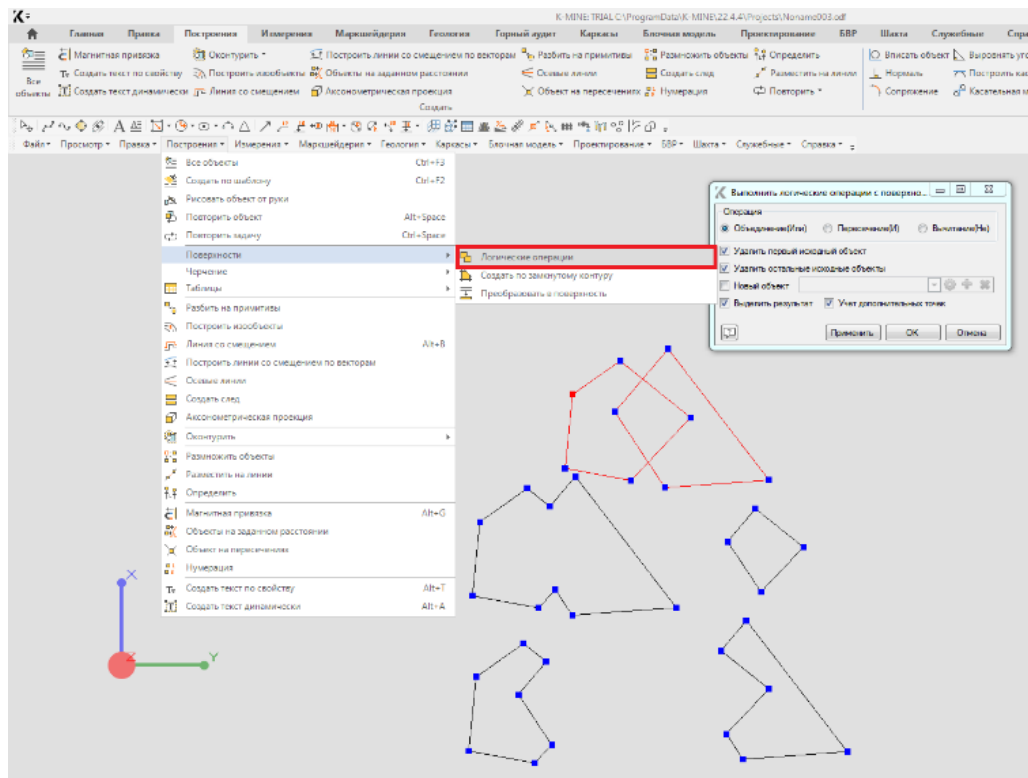

Рисунок 3.2 - Приклад виконання завдання 9
9. Створіть два довільних пересічних замкнутих контури з поліліній. Виконайте логічні операції І, АБО, НЕ над даними контурами (рис.3.2). Оцініть результати.